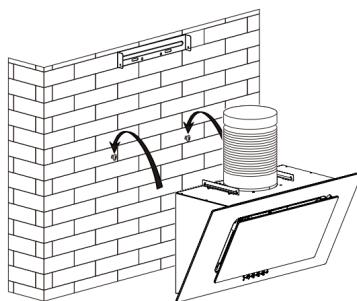

Рисунок 4
6. Повесьте вытяжку на стену в установленном положении, отрегулируйте её позицию и закрепите вытяжку с помощью 2 винтов ST 4 × 30 мм. См. рисунок 4.